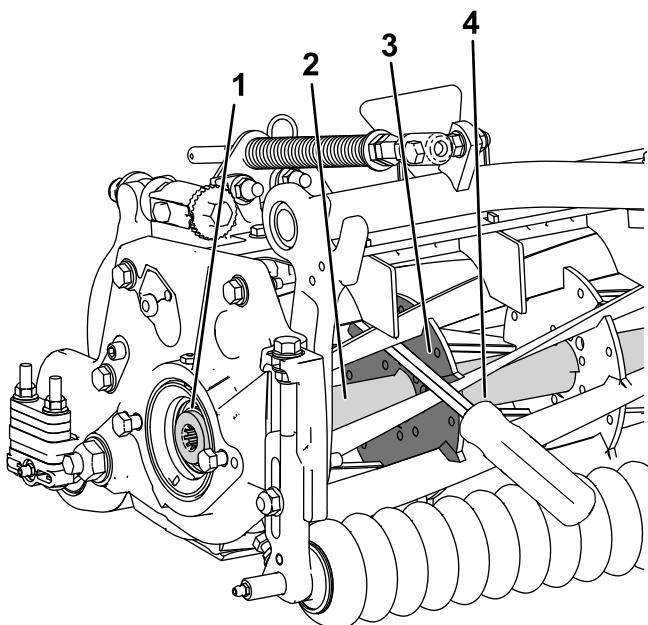

図 29
1. 長い柄のバール 9 mm x 30 cm 程度のドライバータイプのもの。握りのついているものがよいを用意する。バールは、トルク作業を行う側に近い側で、リールの前から差し込むようにする図 29。
2. リール補強版の溶接側からバールを入れる図 29 と、